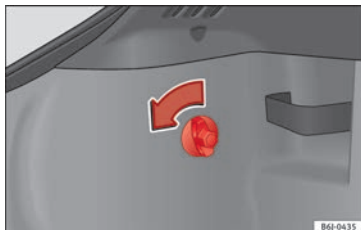

Fig. 108 Acceso a los pilotos posteriores.
- Gire el tornillo en el sentido de la flecha con la mano o con la ayuda de un destornillador » fig. 108.
»» fig. 108.